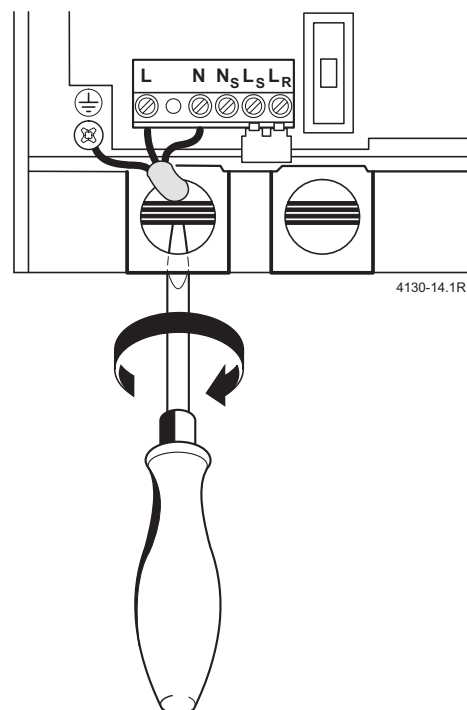

Fig. 27
- ▶ Passar o cabo pelo passador de cabos e ligá-lo Fig. 27. A ligação à terra deve ser efectuada em primeiro lugar.